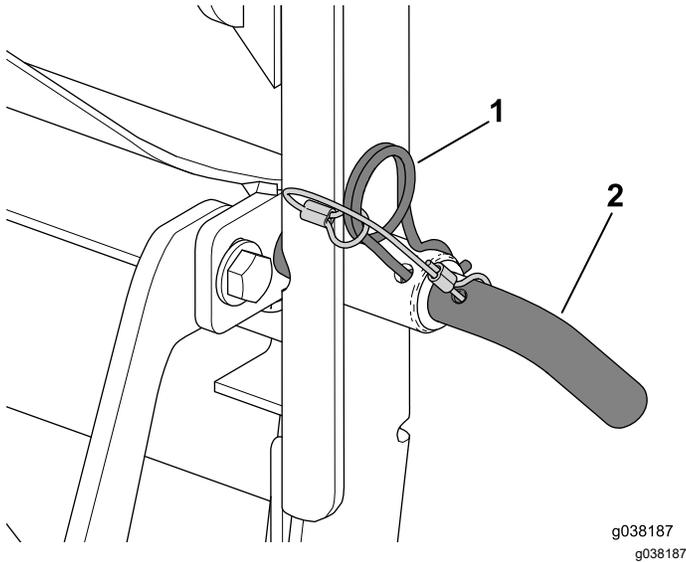

Bild 12
- Stecken Sie den Arretierbolzen durch den Rahmen des Heckfangsystems und die Querstrebe (Bild 12).
- Befestigen Sie den Arretierbolzen mit dem Splint (Bild 12).